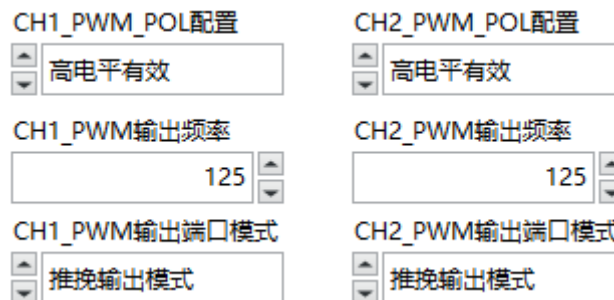

图 4.2.17 PWM 参数配置
- PWM 编程界面中有独立的 PWM 波形参数选项，其中包括有效电平配置、输出频率及端口输出模式。各参数可在图 4.2.17 对应的输入/选择框中选择需要的参数后与多点编程参数一起烧写入芯片中。参数具体含义及范围请参阅我司发布的本产品规格书。